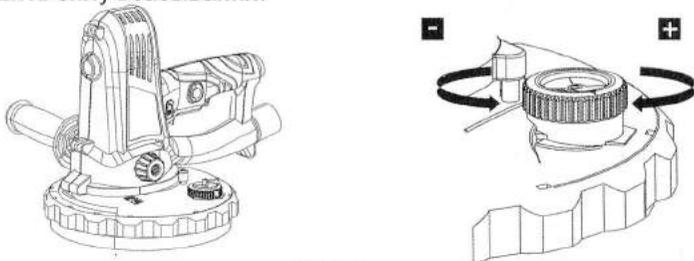

Рис. 8
- > Регулировать силу всасывания необходимо с учетом выполняемой операции (Рис. 8).
- > Поверните ручку настройки пылесоса (8) по часовой стрелке, чтобы увеличить силу всасывания.
- > Поверните ручку настройки пылесоса (8) против часовой стрелки, чтобы уменьшить силу всасывания.